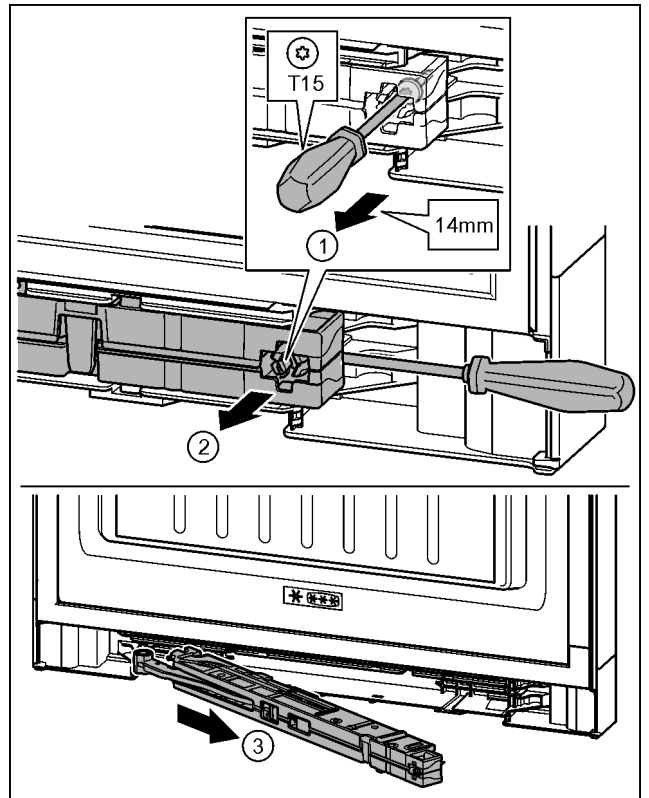

Fig. 17
- С отвертка T15 отвийте винта на блока на затварящия демпфер с ок. 14 mm. Fig. 17 (1)
- От страната на дръжката вкарайте отвертка зад блока на затварящия демпфер. Завъртете блока напред. Fig. 17 (2)
- Извадете блока. Fig. 17 (3)